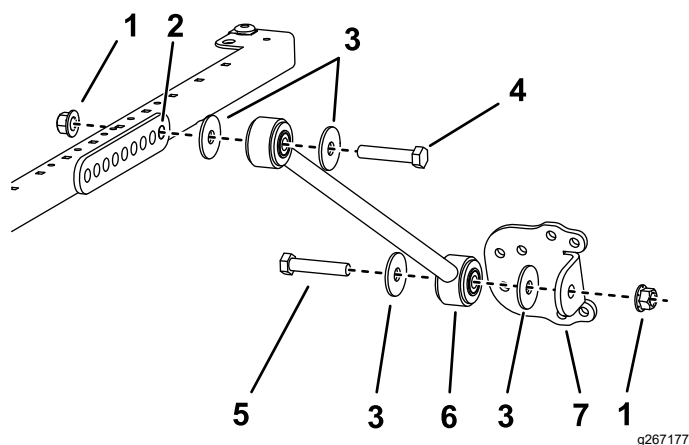

Figura 44
4. Em cada lado da estrutura do toldo, monte sem apertar completamente uma cinta no furo traseiro da montagem da cinta usando um parafuso ($\frac{1}{2}$ x $2\frac{3}{4}$ pol.), duas anilhas ($\frac{1}{2}$ pol.) e uma porca flangeada ($\frac{1}{2}$ pol.), como se mostra na Figura 44.
5. Instale sem apertar completamente um suporte de cinta em cada cinta usando um parafuso ($\frac{1}{2}$ pol. x $2\frac{1}{2}$ pol.), duas anilhas ($\frac{1}{2}$ pol.) e uma porca flangeada ($\frac{1}{2}$ pol.), como se mostra na Figura 44.